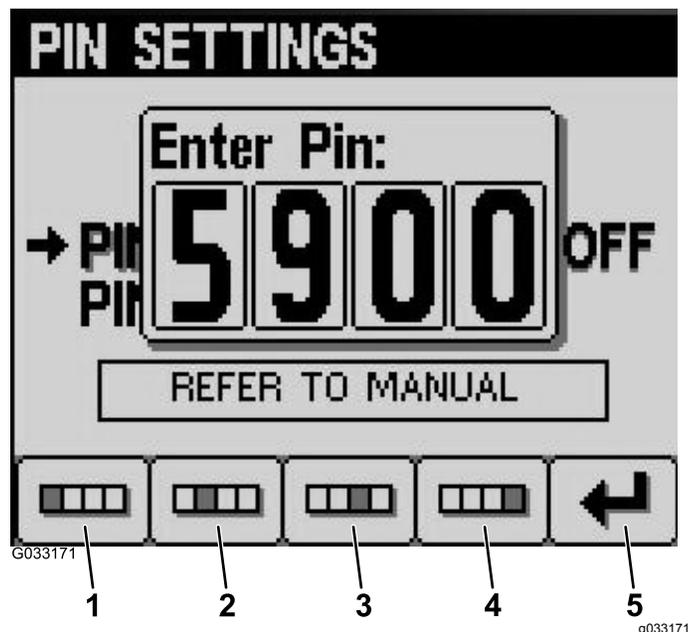

図 23
6. ボタン 14 を使ってデフォルトの PIN である5900 PIN を入力し、入力が完了したらボタン 5 を押す (図 23)。